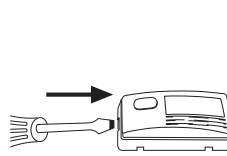
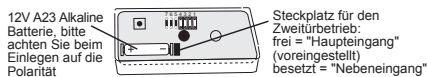

Abb. 5
Abb.10
- Achten Sie bei der Montage der Bodenplatte auf ausreichenden Freiraum auf der linken Seite des Klingeltasters, um später das Gehäuse wieder öffnen zu können (Abb.5)!
Wenn Sie eine alte Batterie austauschen möchten, öffnen Sie bitte wie in den Abb. 5,6,7 und 9 beschrieben das Gehäuse und den Kunststoff-Blister der Sendeeinheit. Tauschen Sie die Batterie aus und achten Sie beim Einlegen auf die richtige Polarität (Abb.10). Bitte entsorgen Sie Ihre alte Batterie umweltfreundlich.
Beim Funk-Gong 4150-1 haben Sie die Wahl zwischen zwei Klängen, "Bim-Bam" und "Bim", die Sie nach Belieben auswählen oder zur Rufunterscheidung beim Zweitürbetrieb verwenden können (z.B. beim Einsatz eines weiteren Funk-Klingeltasters am Nebeneingang). Nutzen Sie dazu auf der Sendeeinheit des Funk-Klingeltasters den Steckplatz Nr. 8 neben der Batteriehalterung (Abb. 10). Ist der Steckplatz frei, spielt der Gong "Bim-Bam". Ist der Steckplatz Nr. 8 besetzt, erklingt nur "Bim". Für das Funk-Gong-Set 4150-1 wurde die Klangoption "Bim-Bam" voreingestellt.